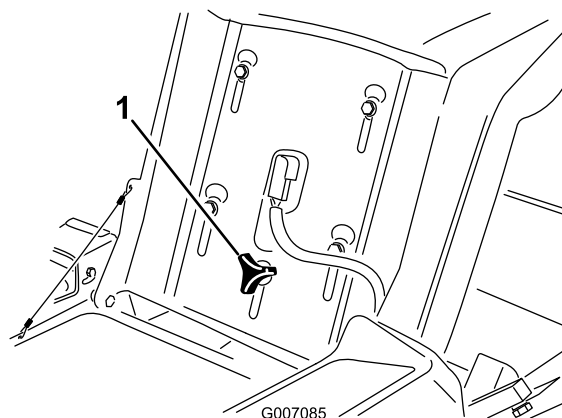

Figure 18
1. Soulevez le siège et desserrez les boutons de réglage jusqu'à ce que vous puissiez déplacer le siège (Figure 18).